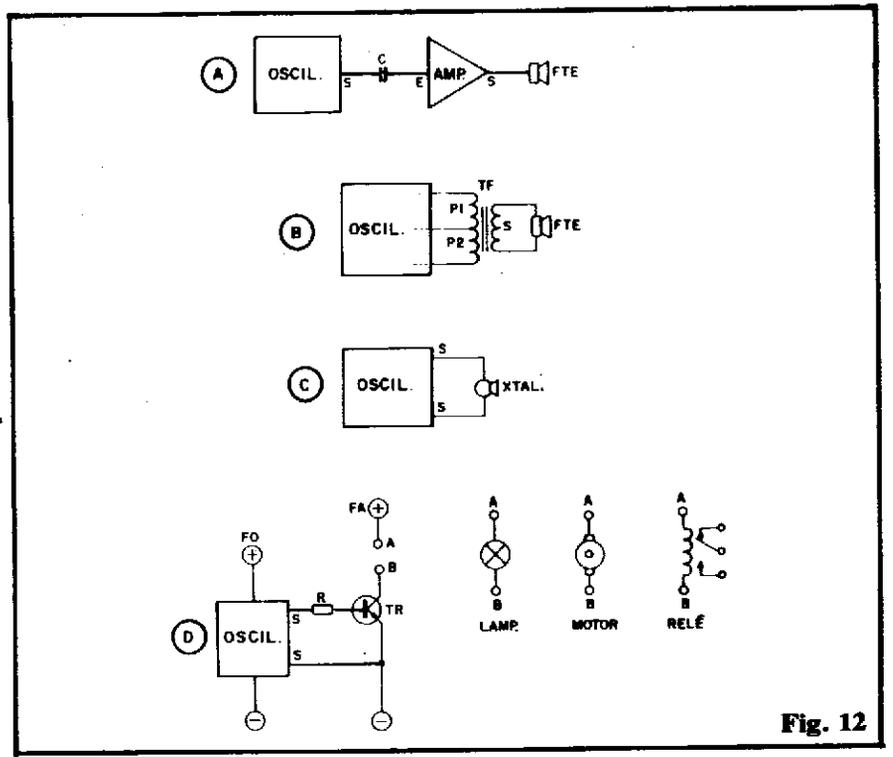

Fig. 12
- **FIG. 12-A** - Se a "sobra" de energia na Saída do Oscilador for pouquinho, isso não é preocupante! Com toda facilidade podemos acoplar-lhe um... **AMPLIFICADOR** (que já estudamos, em suas bases, na "Aula" anterior...), elevando assim o nível ou a potência do sinal a ponto de utilizá-la como convenha! No diagrama/exemplo, temos um oscilador de áudio (frequência relativamente baixa, portanto...) de baixo rendimento, e queremos excitar um alto-falante. Simplesmente, via capacitor de acoplamento C, "puxamos" o sinal para a entrada E de um amplificador, a cuja Saída S ligamos o tal alto-falante, obtendo aí todo o "berro" que queríamos! Os Leitores/Alunos verão muitos arranjos desse tipo, ao longo do nosso "Curso"...
- **FIG. 12-B** - Às vezes a "sobra" de potência para uso externo, oferecida por um bloco oscilador, é substancial. Nesse caso, podemos aproveitá-la quase que diretamente! Numa configuração tipo Hartley, por exemplo, o próprio indutor/transformador usado na realimentação interna do bloco, pode, através de um enrolamento secundário, energizar um alto-falante (obviamente com o oscilador trabalhando em frequência audível...).
- **FIG. 12-C** Um alto-falante é um transdutor de relativa baixa impedância (ou seja: pequena Resistência ao sinal pulsado que o excita...), com o que os naturais níveis de corrente por ele requeridos, podem ser mais "bravos" do que os "extrafeis" de um bloco oscilador simples. Em alguns casos (como sugere o diagrama...) basta adotar um transdutor com **alta impedância** (no caso uma cápsula piezo-elétrica, de cristal, que estudaremos em futura "Au-
- **FIG. 12-D** - Em alguns casos e aplicações, o nível de energia final, requerido pela aplicação, é "bravo"... Por exemplo: queremos que um oscilador de baixíssima frequência (frações de Hertz, ou um ciclo a cada vários segundos...) acione uma lâmpada, um motor ou qualquer outro dispositivo ainda mais "oneroso" em termos de potência. Existem soluções simples e práticas para tais requisitos, algumas delas mostradas no diagrama. Um único transistor (de características e parâmetros apropriados) pode amplificar os sinais oferecidos pelo Oscilador (via resistor/limitador/polarizador R) a ponto de energizar diretamente a lâmpada ou o motor (se estes puderem trabalhar sob C.C., e dentro dos limites do próprio transistor TR). Já se a tal lâmpada ou mesmo o motor, só puderem trabalhar energizados por C.A. (alta tensão e alta corrente...), ainda assim o "truque" do transistor amplificador continua válido! Basta acoplar, como "primeira carga" do dito transistor, um simples relê (revejam a "Aula" nº 4...). Aí, através dos contatos de trabalho do dito relê, podemos fazer "mil e uma", comandando cargas realmente "pesadas"! Observem ainda que, em muitos casos, a Fonte de Alimentação do Oscilador (FO) e a Fonte do Amplificador (FA) podem ser **uma só**, porém nada impede que distintas fontes de energia (cada uma de acordo com os requisitos do "seu" bloco alimentado...) sejam utilizadas. No caso do diagrama/exemplo, sempre que a Saída S do bloco oscilador ficar suficientemente **positiva**, "forçará", via resistor R, uma corrente de base em TR também suficiente para que este (através do seu ganho ou fator de amplificação...) forneça corrente de acionamento à carga ligada aos pontos "A-B", seja ela qual for. Já quando a Saída S do Oscilador "descer" a níveis incapazes de